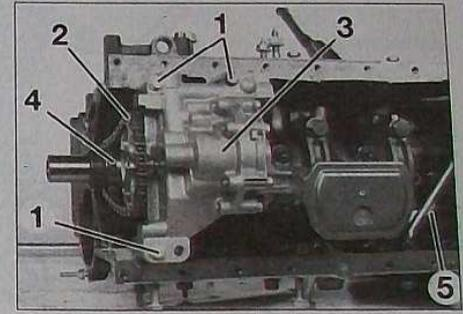

FIG. 22
- le carter (2) de fermeture côté pompe à huile .
- la vis (5) de la jauge à huile sur la crépine (Fig.22).
- les trois vis (1) de fixation de la pompe à huile .
- la pompe à huile (3) en même temps que la chaîne
(2) et la pignon (4).